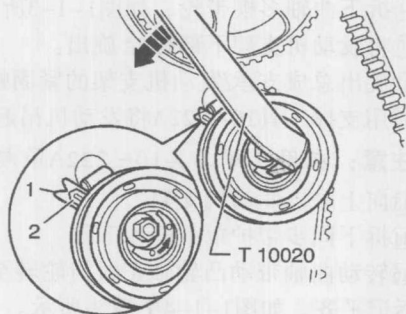

图1-1-6 安装皮带张紧器
⑥安装张紧同步带，沿箭头方向逆时针转动双孔螺母扳手T10020，直至指针2位于切口1上，如图1-1-6所示。
⑦用 $20\text{ N} \cdot \text{m}$ 的力矩拧紧固定螺母。
⑧将曲轴沿发动机旋转方向继续转动两圈，直至发动机再次停到1缸上止点处，如图1-1-6所示。
①将凸轮轴正时齿轮的标记与同步带后护罩的标记平齐。
②用大拇指用力按压同步带，指针2必须要移动。
③如图1-1-6所示，将曲轴沿发动机旋转方向转动两圈，直至曲轴再次停到1缸上止点处。张紧轮必须返回到初始位置（切口1和指针2必须再次对准）。